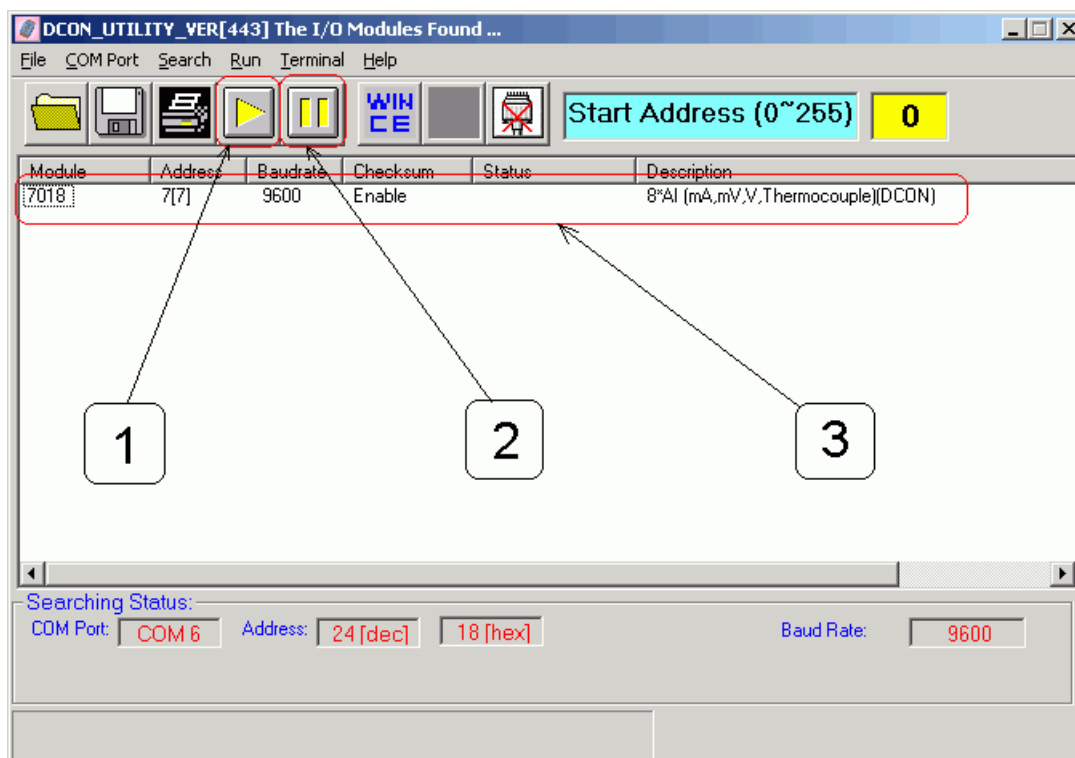

Рисунок 3.7. Результаты поиска модуля программой DCON Utility.
- Произвести поиск подключенных модулей нажатием кнопки с символом "Play". На кнопке изображен желтый равнобедренный треугольник, вершина которого направлена вправо (см. рис. 3.7 – подписано цифрой 1);
- При наличии подключенного модуля и установленном драйвере преобразователя интерфейса, обнаруженный модуль будет отображаться в списке подключенных модулей (см. рис. 3.7 – подписано цифрой 3).
- После обнаружения модуля поиск можно остановить кнопкой с символом "Pause". На кнопке изображены два желтых, одинаковых, прямоугольника, которые расположены вертикально (см. рис. 3.7 – подписано цифрой 2).